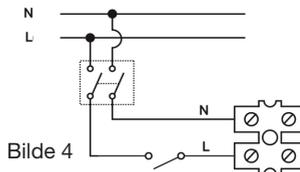

Bilde 2
3. For å kunne koble til strømnettet: Løsne de to skruene for å ta av lokket. (Bilde 2).